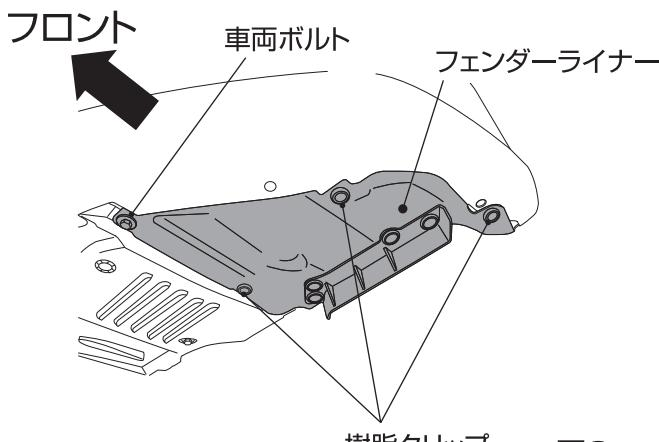

図2
- ボルトとクリップを取り外し、フェンダーライナーをめくってください。(図2)